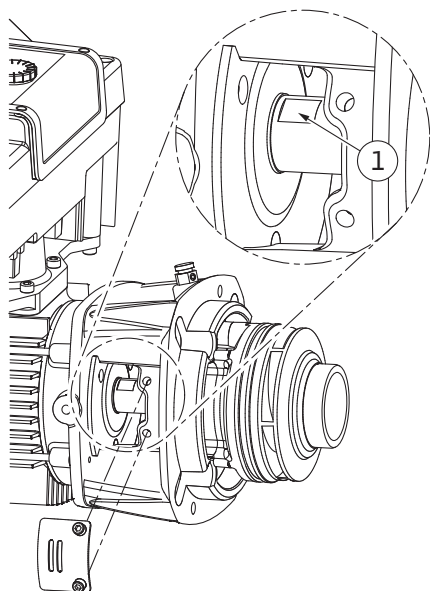

Fig. 105: Méplats sur l'arbre
14. Engager une clé plate (de 22 mm) dans le regard de la lanterne et maintenir l'arbre au niveau des méplats (Fig. 105, pos. 1). Dévisser l'écrou de blocage de roue (Fig. I, pos. 22). La roue (Fig. I, pos. 21) sort automatiquement de l'arbre.
15. Démontez la cale d'épaisseur (Fig. I, pos. 20).
3. Engager une clé plate (de 22 mm) dans le regard de la lanterne et maintenir l'arbre au niveau des méplats (Fig. 105, pos. 1).
10. Engager une clé plate (de 32 mm) dans le regard de la lanterne (Fig. IV, pos. 38) et maintenir l'arbre au niveau des méplats (Fig. 105, pos. 1). Monter la roue avec rondelle(s) et écrou. Serrer l'écrou. Éviter toute détérioration de la garniture mécanique par blocage.
11. Nettoyer la rainure de la lanterne et poser un joint torique neuf (Fig. III, pos. 19).